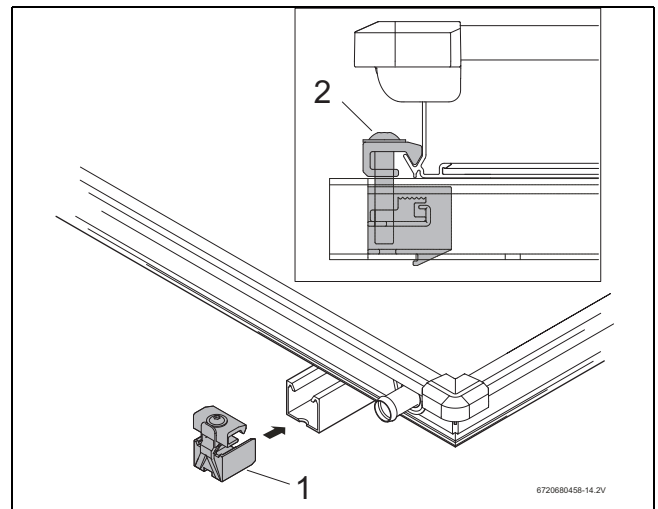

Fig. 65 Sujeción de colector unilateral izquierda
- ▶ Deslizar la sujeción sencilla del colector (Fig. 65, [1]) en los extremos del perfil.
- ▶ Deslizar la sujeción del colector hasta el marco del colector y atornillarla con la llave SW5. El fijador (Fig. 65, [2]) de la sujeción del colector agarra ahora el canto inferior del colector.